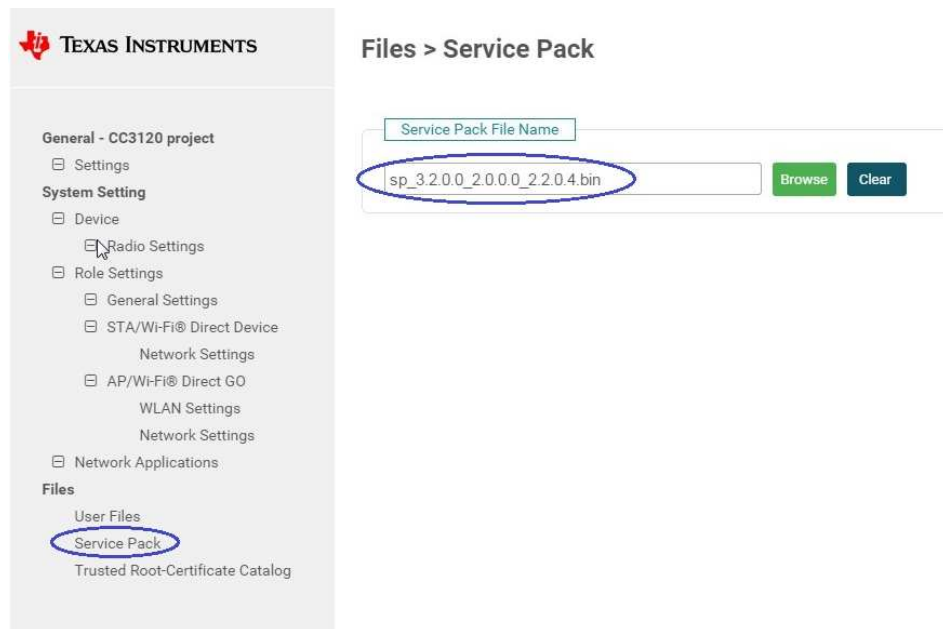

图 11. UniFlash 服务包
- 单击浏览 (Browse) 按钮并导航到服务包 (Service Pack) 目录，选择二进制文件（请参见图 11）。